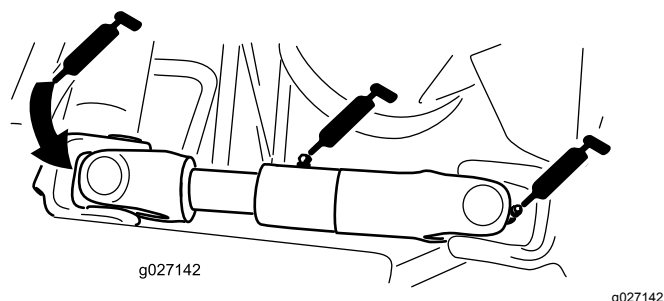

Figura 44
- Junta em U do veio propulsor da bomba (3) (Figura 44)